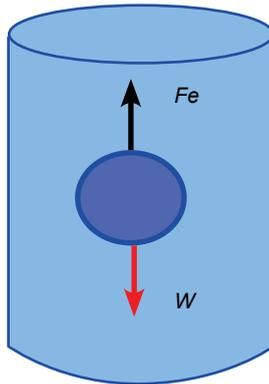

Figura 20. Problema a.
- a) El cuerpo esférico de la figura 20 tiene una densidad relativa de 1.2 y un diámetro 3 cm. Calcular: el volumen que sobresale de la superficie si se sumerge en mercurio; la fuerza necesaria para que flote en la superficie si se sumerge en agua a 20°C , y el volumen desalojado de aceite si se sumerge en aceite de densidad relativa 0.9